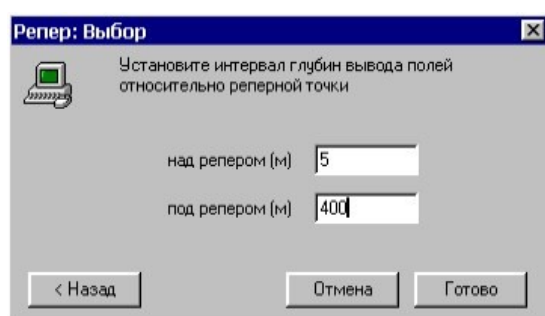

Рисунок 7.7 Окно установки интервала
4. Установите интервал расчета глубин относительно репера, т.е. сколько метров показывать над/под репером (рисунок 7.7). Нажмите Готово. Результат представлен на рисунке 7.8.